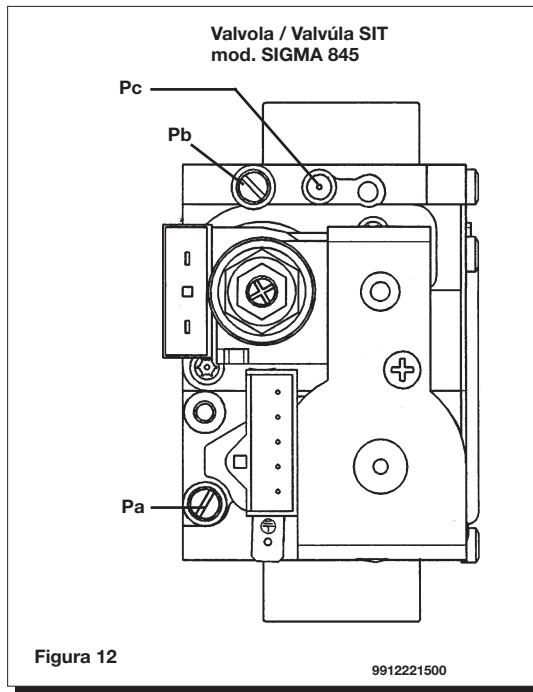

Figura 12
- collegare la presa di pressione positiva di un manometro differenziale, possibilmente ad acqua, alla presa di pressione (Pb) della valvola del gas (figura 12). Collegare, per il modello MAIN 24 Fi, la presa negativa dello stesso manometro ad un apposito "T" che permetta di collegare insieme la presa di compensazione della caldaia, la presa di compensazione della valvola del gas (Pc) ed il manometro stesso. (Una pari misura può essere effettuata collegando il manometro alla presa di pressione (Pb) e senza il pannello frontale della camera stagna);
- aprire il rubinetto gas e ruotare la manopola (1) predisponendo la caldaia in posizione Inverno (※);
- verificare che la pressione dinamica di alimentazione della caldaia, misurata alla presa di pressione (Pa) della valvola del gas (figura 12) sia quella corretta (30 mbar per il gas butano, 37 mbar per il gas propano o 20 mbar per il gas naturale).
- conectar la toma de presión positiva de un manómetro diferencial, posiblemente de agua, a la toma de presión (Pb) de la válvula del gas (figura 12). Conectar, para lo modelo MAIN 24 Fi, la toma negativa del mismo manómetro a un especial "T" que consienta conectar entre ellos la toma de compensación de la caldera, la toma de compensación de la válvula del gas (Pc) y el manómetro mismo. (Se puede efectuar una medición equivalente conectando el manómetro a la toma de presión (Pb) y sin el panel frontal de la cámara estanca); Una medición de la presión en los quemadores efectuada con métodos diferentes a los descritos podría resultar incorrecta, dado que no tomaría en cuenta la depresión creada por el ventilador en la cámara estanca.
- abrir el grifo gas y hacer girar el botón (1), predisponiendo la caldera en posición Invierno (※);
- controlar que la presión dinámica de alimentación de la caldera, medida en la toma de presión (Pa) de la válvula del gas (figura 12), sea correcta (28 mbar para el gas butano, 37 mbar para el gas propano o 20 mbar para el gas natural).